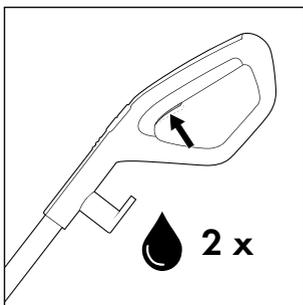
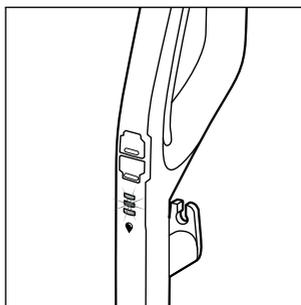

Abb. 14
Abb. 15
- ◆ Drücken Sie vor jedem Gebrauch zweimal kurz den Schalter Reinigungslösung  15, um die Dauersprühfunktion zu aktivieren und die Bürstenrolle  6 mit Reinigungslösung betriebsbereit zu machen (siehe Abb. 14). Die Anzeige Reinigungslösung  12 blinkt abwechselnd blau auf, wenn die Dauersprühfunktion aktiviert ist oder der Schalter Reinigungslösung  15 gedrückt gehalten wird (s. Abb. 15).